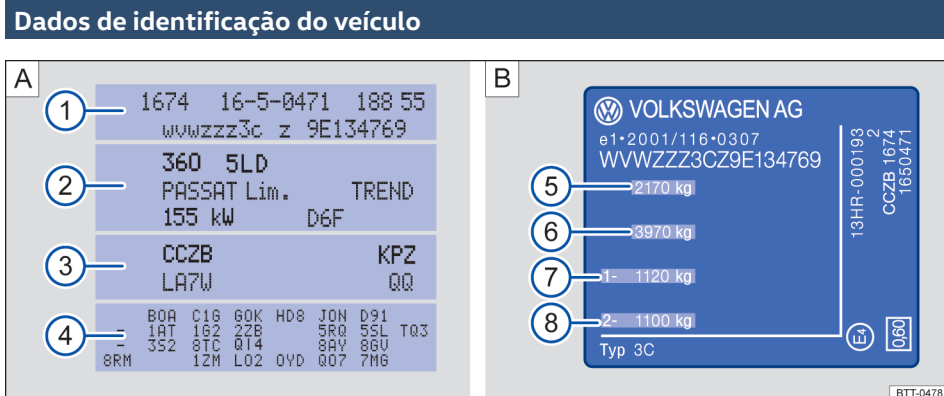

Fig. 16 (A) Etiqueta de dados do veículo: o exemplo na figura mostra as letras do código de um motor CCZB (3). (B) Etiqueta de características do veículo.
A etiqueta de dados do veículo → Fig. 16 A está colada no lado direito do porta-objetos na região da roda sobressalente no compartimento de bagagem e contém os seguintes dados:
- 3) Códigos do motor e da transmissão, código da cor, acabamento interno. No exemplo, o código do motor é "CCZB" → Fig. 16.
A etiqueta → Fig. 16 B está visível na coluna da porta, após abertura da porta do condutor. Veículos para alguns países de exportação não possuem etiqueta de identificação.